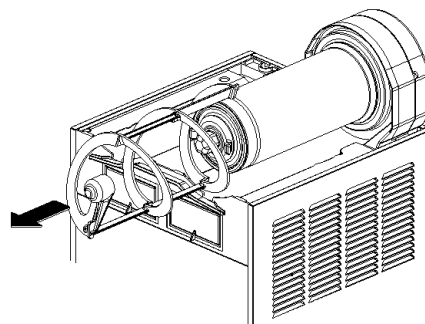
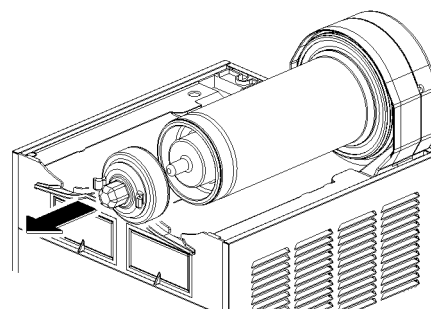

Bild 7
Bild 8
- 3** Zuerst die äußere (Bild 7) und dann die innere Schnecke (Bild 8) aus dem Magnetantrieb.